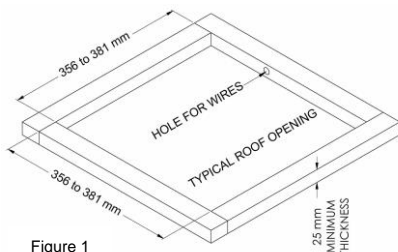

Figure 1
3. Examinez l'ouverture du toit. Si l'ouverture est plus petite que 35,56 cm x 35,56 cm (14 po x 14 po), vous devrez l'agrandir. Si l'ouverture est plus grande que 38 x 38 cm (15 x 15 po), vous devrez fabriquer un cadre de montage sur place pour réduire la taille de l'ouverture (voir Figure 1).
B. Si vous n'employez pas une ouverture d'événement, vous devrez découper une nouvelle ouverture (voir Figure 1) dans le toit du véhicule. Une ouverture correspondante devra aussi être découpée dans le plafond à l'intérieur du véhicule. Découpez l'ouverture du plafond soigneusement. Si le plafond est recouvert de tapis, vous pourriez l'effilocheur. Une fois les ouvertures dans le toit et le plafond découpées à la taille appropriée, vous devez installer un élément de soutien encadré entre le toit (extérieur) et le plafond (intérieur). L'élément de renforcement encadré doit respecter les lignes directrices suivantes :
La série 48000 d'Airxcel exige un écart minimum de 2,54 cm (1 po) entre le toit du véhicule et son plafond (intérieur). Un cadre de soutien type est illustré dans la Figure 1.